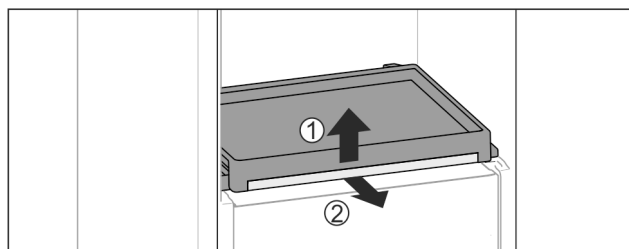

Fig. 39
- ▶ Wymowanie wysuwanej półki oraz szklanej płyty: Podnieść lekko szklaną płytę z przodu *Fig. 39 (1)* i wyciągnąć do przodu *Fig. 39 (2)*.